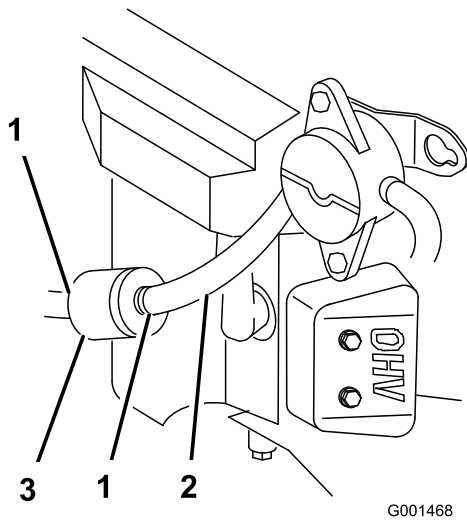

Figure 28
3. Fermez le robinet d'arrivée de carburant sur le réservoir (Figure 28).
4. Pincez les extrémités des colliers et faites glisser ceux-ci pour les éloigner du filtre (Figure 28).
7. Ouvrez le robinet d'arrivée d'essence sur le réservoir (Figure 28).